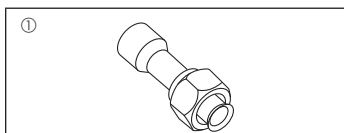

Fig. 1-1
1.6. Accesorios de la unidad exterior (Fig. 1-1) (RP200/250)